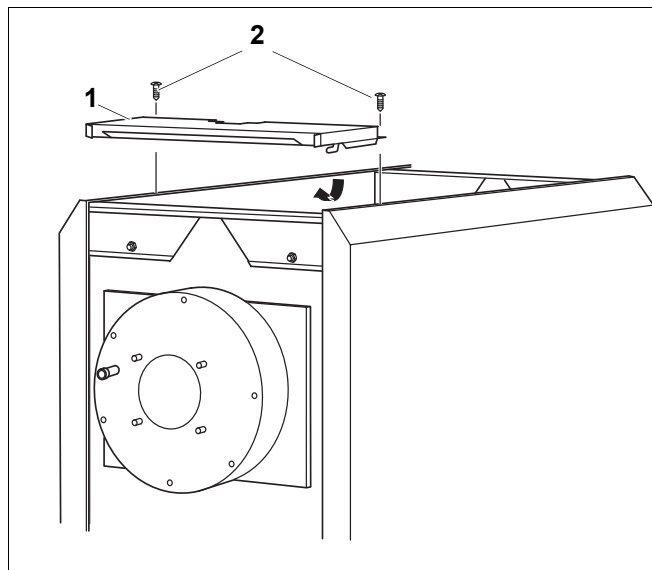

Рис. 16 Установка передней крышки котла
- Уложите переднюю верхнюю крышку котла (рис. 16, **поз. 1**) сверху на отбортовку боковых стенок и сдвиньте вперед до защелкивания крюков справа и слева в вырезах
- Закрепите переднюю крышку котла, для чего вставьте в отверстия на планке передней крышки 2 самореза (рис. 16, **поз. 2**) и заверните их в отбортовку боковых траверс